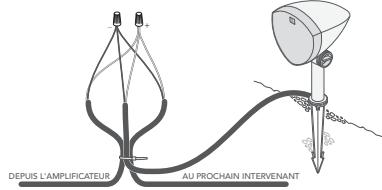

Figure 8
- Coupez les deux fils pour l'enceinte gauche ou droite (voir les tableaux ci-dessous) et dénudez 3/4 po d'isolation sur les extrémités exposées des fils d'enfoncement, puis dénudez 3/4 po d'isolation des extrémités du câble de l'enceinte correspondante (voir Figure 8).
- Créez une boucle d'environ 250 mm (10po) et utilisez un collier de serrage pour maintenir la boucle et au câble de l'enceinte en place afin de soulager la tension (voir Figure 8).